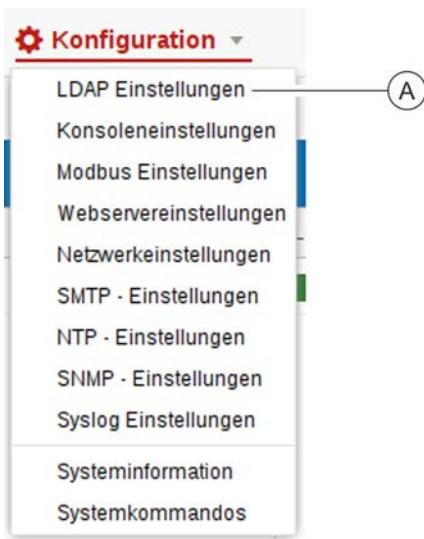

Abb. 213: LDAP-Einstellungen aufrufen
1. Über „Konfiguration → LDAP Einstellungen“ die LDAP-Einstellungen aufrufen (Abb. 213/Ⓐ).